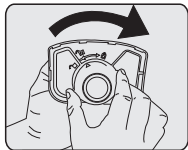

图6
- ★ 安装时，先将微压下盖上的“▲”对准微压上盖上的“☞”图示，即可将上下盖合拢，后将微压下盖顺时针旋转至“▲”对准微压上盖的“☛”图示，即可将上下盖锁紧(如图6)。